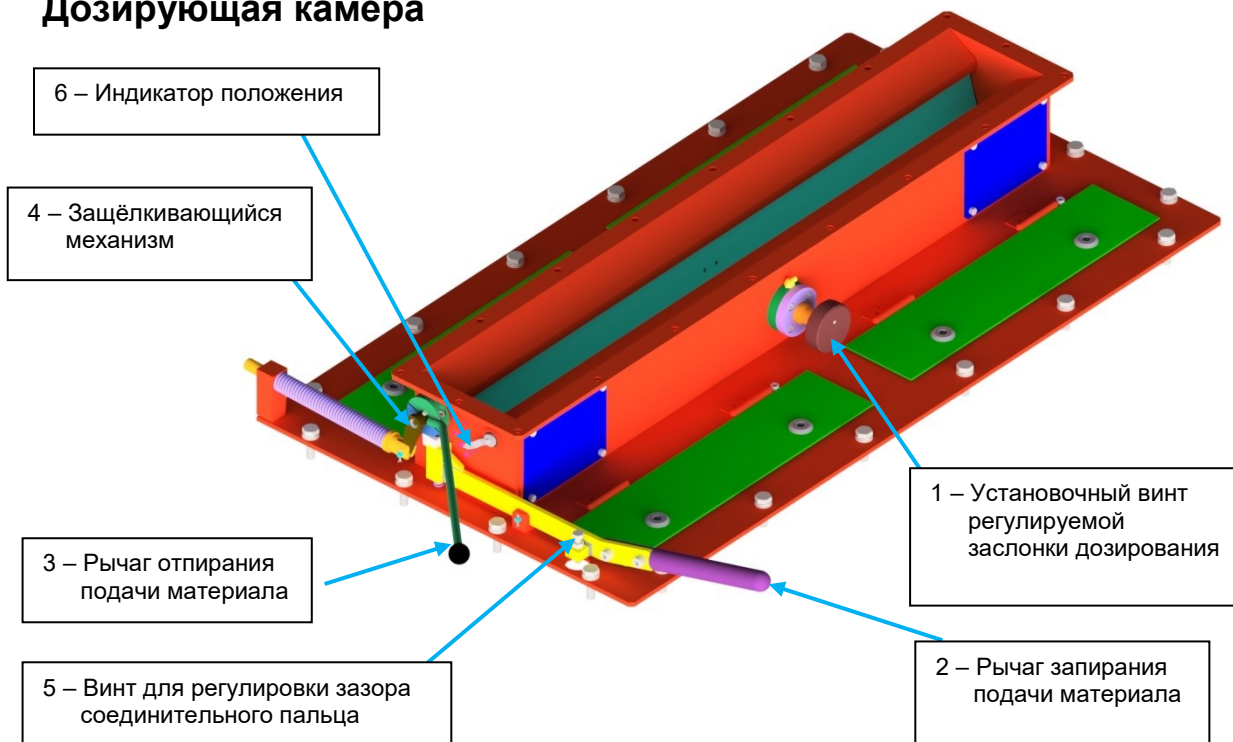

Рис. 15
Убедитесь, что шибберные заслонки находятся в положении «закрыто», для чего рычаг блокировки подачи материала – **Рис. 15** (2) поверните вверх. Собственно начало работы плющилки начинается после запуска двигателя трактора и включения вала отбора мощности (вальцы начинают вращаться).
Уменьшение зазора между валцами рекомендуем осуществлять путём медленного вращения, желательно при выключенной подаче материала (рычаг запирания – Рис. 15 (2) направлен вверх). Движение валцов происходит против движения обрабатываемого материала и может произойти мгновенный отскок валцов.
Количество входного материала, проходящего между дробильными валцами, регулируется системой двух заслонок в дозирующей камере (Рис. 15), расположенных в горловине загрузочной воронки каждой вальцово-мельничной. Первая заслонка является запорной и имеет только два положения – «открыто» или «закрыто». Запорная заслонка оснащена защёлкивающим механизмом (4) и управляется с помощью двух рычагов. При переводе рычага отпирания (3) вниз (до защёлкивания фиксатора) запускается подача материала на дробильные валцы, при переводе рычага запирания (2) вверх подача материала прекращается. Вторая заслонка – регулируемая (дроссельная), управляет объёмом материала, который поступает в зазор между валцами при подаче материала. Для управления данной заслонкой служит установочный винт (1), расположенный в центре горловины загрузочной воронки. Положение, в котором находится регулируемая заслонка, отображается индикатором положения регулируемой заслонки со шкалой (6), расположенном с левой стороны загрузочной воронки. Приведённые на шкале цифры имеют только ориентировочный характер.
Дробление начинается медленным движением рычага отпирания подачи материала на каждой мельнице – **Рис. 15** (3). Тонкость помола можно контролировать с помощью заборного зонда на обеих валцовых мельницах (**Рис. 16**), доступ к которому осуществляется сбоку установки под крышкой зубчатых колёс (контроль помола можно проводить также и во время работы установки). В целях предотвращения произвольного выдвигания заборный зонд снабжён замком, поэтому его необходимо вначале повернуть на 180° против часовой стрелки, подождать пока он заполнится и только потом его вынуть. Зонд вставляйте только для контроля дроблёного материала, не оставляйте его в валцовой мельнице во время текущего рабочего процесса. Если тонкость помола не соответствует требованиям, то её можно исправить регулировкой валцов – см. раздел III, глава 2.
Для приостановки работы или завершения рабочего процесса, прежде всего, остановите подачу материала к дробильным вальцам. Для этого рычаг запираания – **Рис. 15 (2)** переведите вверх и дождитесь, когда материал в вальцовых мельницах переработается. Прекратите также подачу зерна в бункер. Остановите дозирование консерванта (в соответствии с отдельным руководством). Далее отключите привод вала отбора мощности в ведущем тракторе.